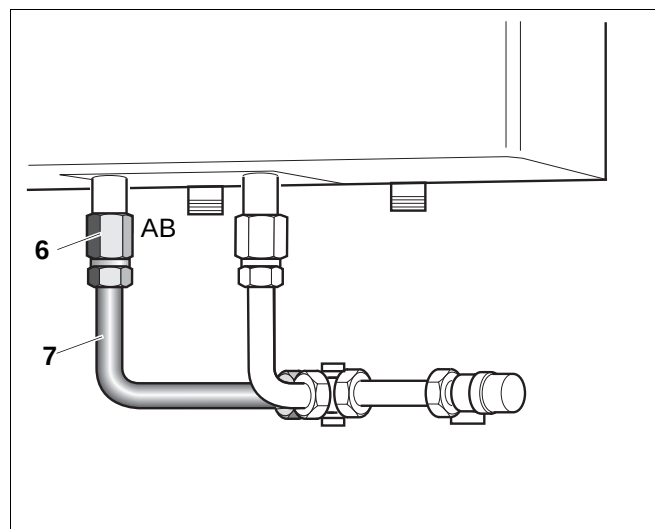

Abb. 23 Warmwasser-Anschlussrohr (Unterputzmontage und HT 70/HT110 seitlich als Beispiel)
- Verlängerung G $\frac{3}{4}$ (Abb. 23, Pos. 6) am Speicheranschluss (AB) mit Hanf eindichten.
- Langen Wellenschlauch (Abb. 23, Pos. 7) mit Dichtung an den reduzier Doppelnippel (Abb. 1, Pos. 8) und der Verlängerung G $\frac{3}{4}$ (Abb. 1, Pos. 8) mit Speicher (AB) verbinden.